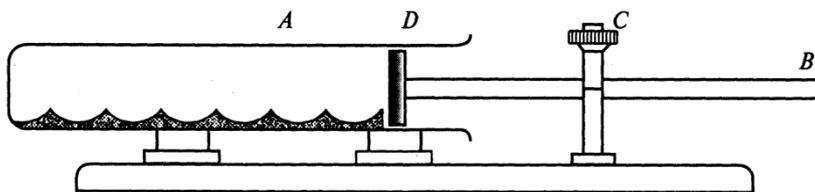

Рис.1.14.1
Прибор Кундта (рис. 1.14.1) состоит из стержня  $B$ , один конец которого, снабженный небольшим диском  $D$ , помещается в открытый конец стеклянной трубы  $A$ , запаянной с другого конца. Середина стержня закреплена с помощью винта  $C$ . При возбуждении в стержне продольных колебаний они передаются столбу воздуха.
5. Нужно ли изменять положение стержня (см. рис. 1.14.1) относительно стеклянной трубки  $A$  при смене стержня (для получения отчетливой картины стоячей волны)?